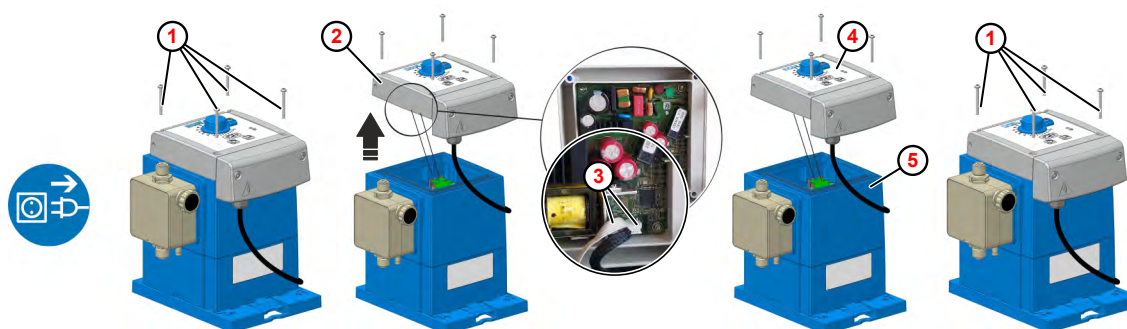

Fig. 18: Sustituir la unidad de control
① Tornillo de fijación
② Unidad de control
③ Conector
④ Unidad de control (nueva)
⑤ Carcasa de la bomba
2. ➤ Aflojar los tornillos de fijación (Fig. 18 , ①) de la unidad de control ② .